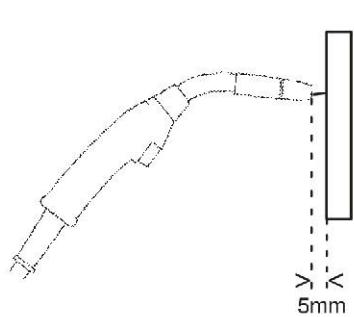

Fig. 1
- Cuando se coloca la antorcha a una distancia de aproximadamente 5 mm del pedazo de madera. (fig.1) las roldanas de alimentación deberán patinar.